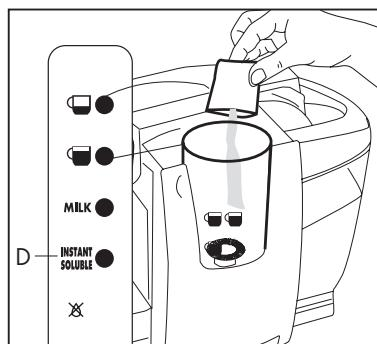

Abb. 16
• Öffnen Sie den Deckel des Mixers (10) und geben Sie die gewünschte Menge Pulver in den Becher (Schokolade usw.).
Schließen Sie den Deckel wieder. Drücken Sie die Taste **INSTANT SOLUBLE** (D) und warten Sie bis die Zubereitung beendet ist (**Abb. 16**)